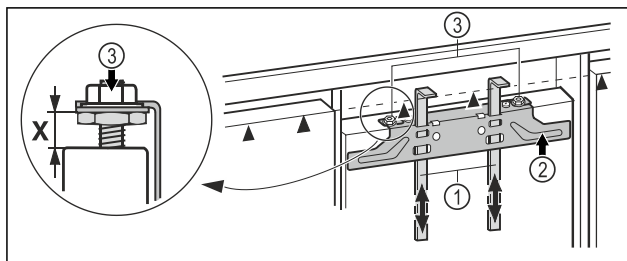

Fig. 19
- ▶ Montážní pomůcky Fig. 19 (1) vysuňte nahoru do výšky nábytkových dvířek. Spodní dorazová hrana ▲ montážní pomůcky = horní hrana montovaných nábytkových dvířek.
- ▶ Upevňovací příčník Fig. 19 (2) vyšroubujte přes pojistné matice Fig. 19 (3).